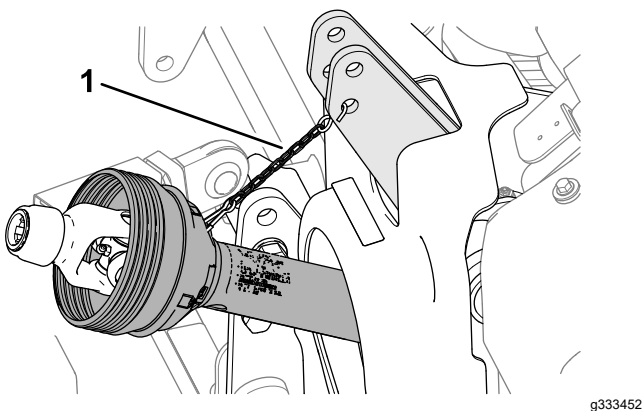

Figura 51
8. Utilizzate la catena della protezione per supportare l'albero di trasmissione della PDF collegando la catena alla protezione della PDF e alla macchina (Figura 51).